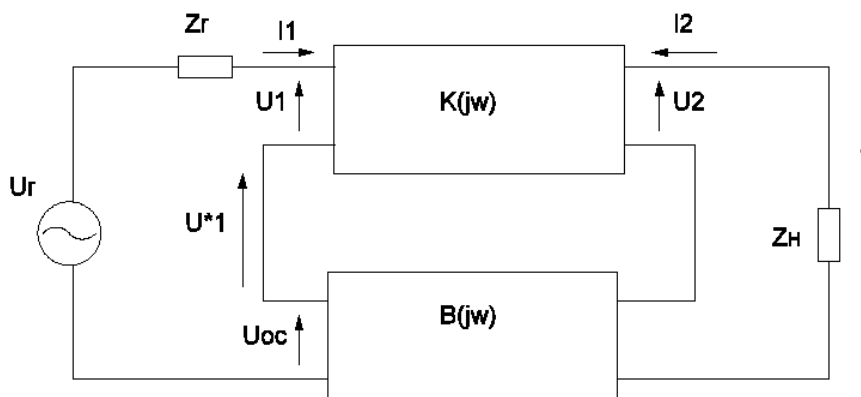

Рисунок 2
- последовательная по току (рисунок 2);